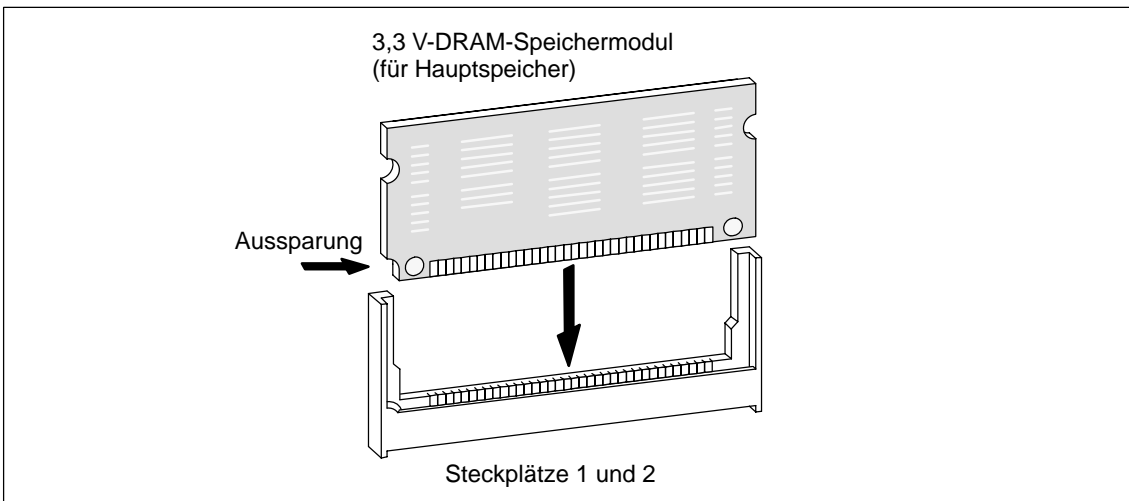

Bild 8-29 3,3 V-Speichermodul
5. Drücken Sie das neue Speichermodul auf der abstehenden Seite in Richtung Leiterplatte, bis es in die beiden seitlichen Haltefedern einrastet (siehe Bild 8-29).